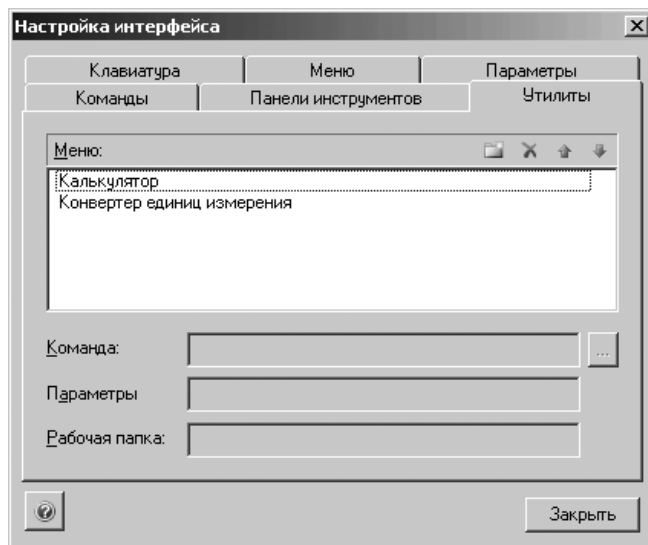

Рис. 9.59. Диалоговое окно **Настройка интерфейса** с открытой вкладкой **Утилиты**
- щелкните в диалоговом окне **Настройка интерфейса** по вкладке **Утилиты**. Откроется вкладка **Утилиты** (рис. 9.59).